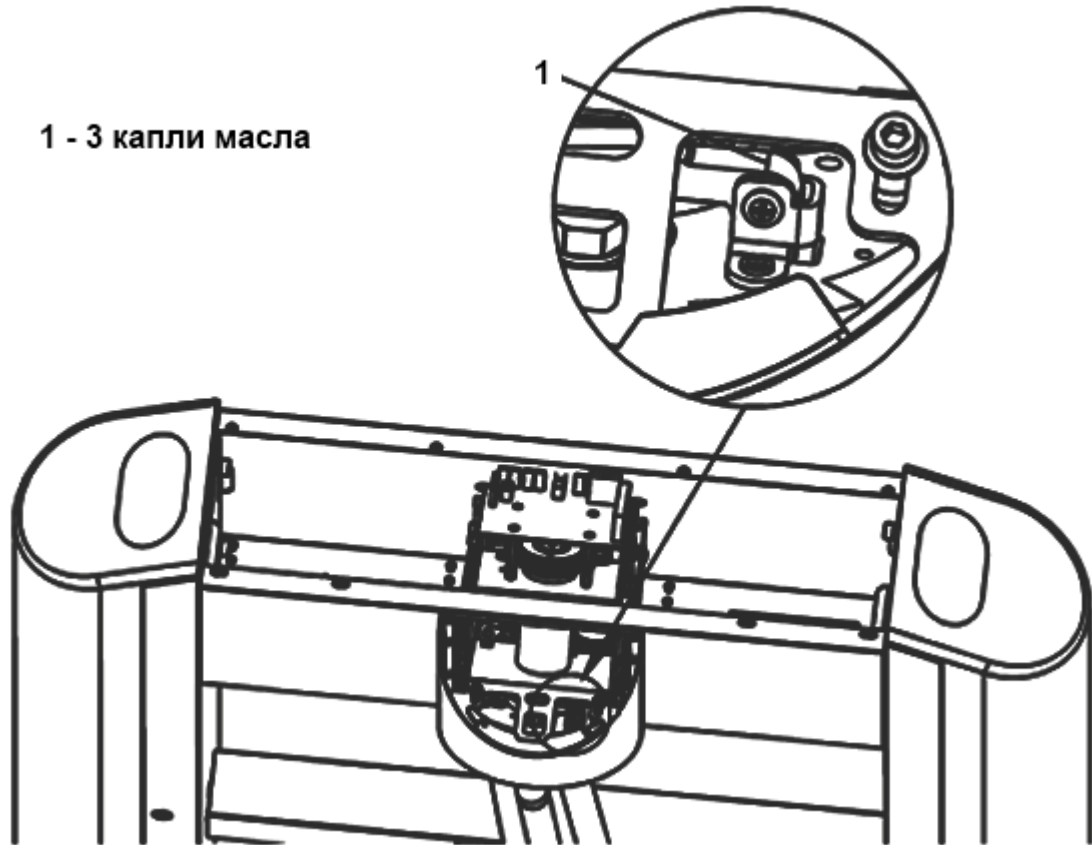

Рисунок 21 – Ось вращения кулачка разблокировки планок
3.7.4 Рисунок 21 – смазать ось вращения кулачка разблокировки планок.